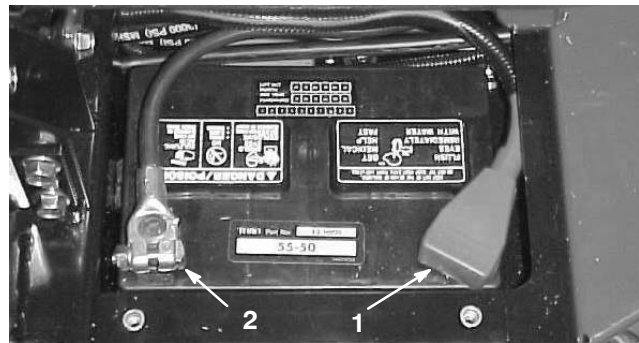

Bild 2
7. Klemmen Sie das Pluskabel (Rot) am Pluspol (+) der Batterie und das Minuskabel (Schwarz) am Minuspol (–) der Batterie an, wobei Sie die Kopfschrauben und Muttern verwenden (Bild 2). Stellen Sie sicher, dass die Plusklemme (+) vollständig auf den Pluspol aufgezogen und das Kabel fest an die Batterie angeklemmt ist. Das Kabel darf die Batterieabdeckung nicht berühren. Ziehen Sie den Gummischuh über den Pluspol, um Kurzschlüssen vorzubeugen.